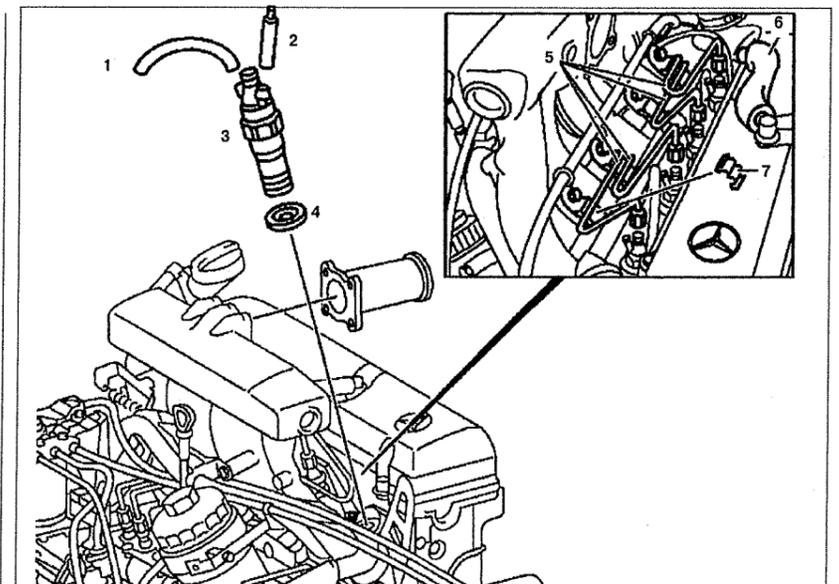

Рис. 4.70. Форсунки:
2. Отсоедините нагнетающий топливопровод 1 и пробку 2 от форсунки четвертого цилиндра (см.рис. 4.70).